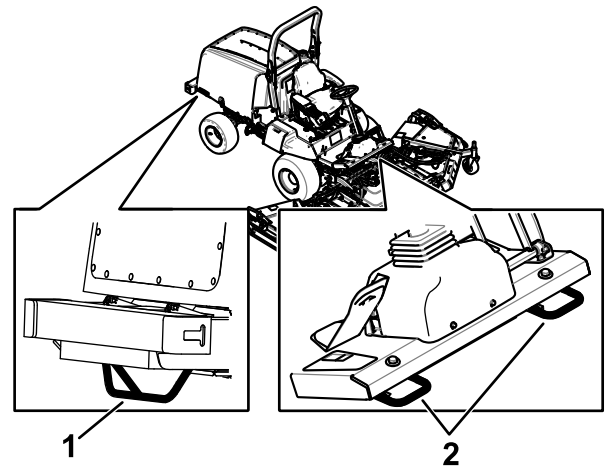

**Bild 58**
1. Klappen Sie den Sitz hoch und ermitteln Sie die Sicherheitsventile, die sich unter der Vorderseite des Kraftstofftanks befinden (Bild 58).